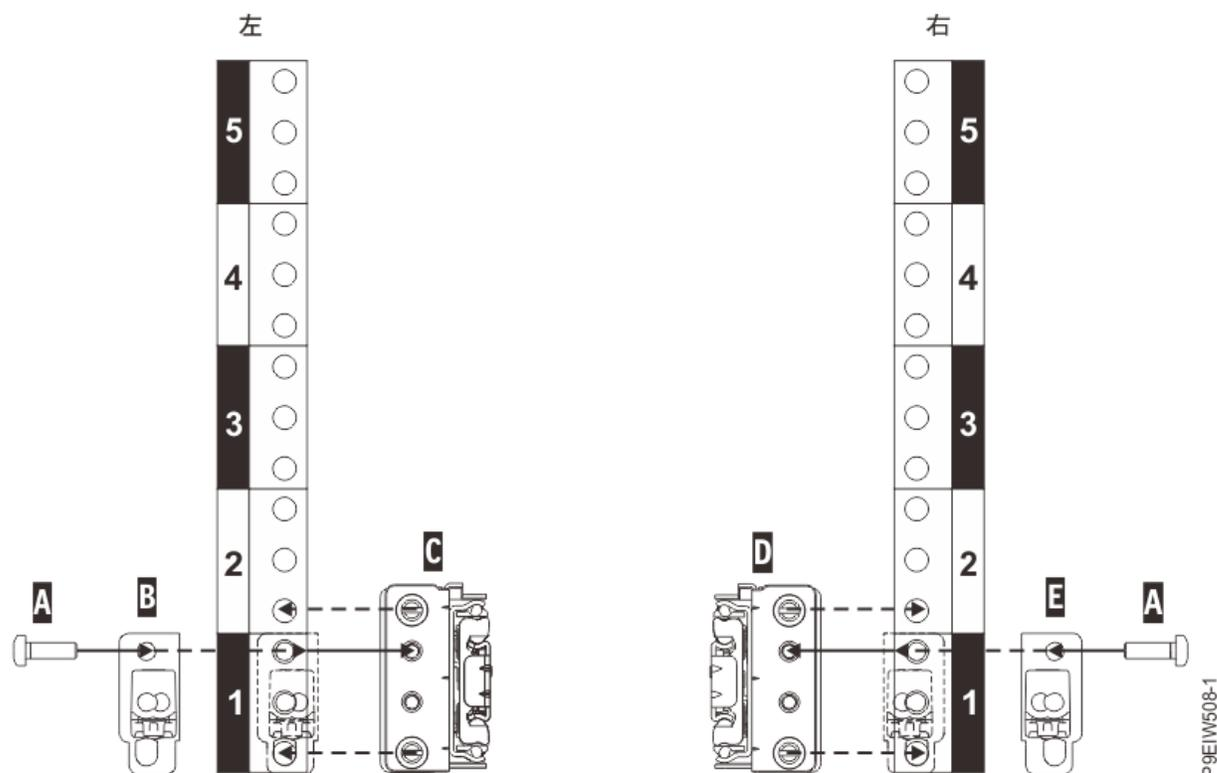

図 4. ラックの前面でのスライド・レールの取り付け
- ラックの前面に立ち、5 ページの図 4 に示すように、左スライド・レール (C) を、左側の前面と背面のラック EIA 取り付け標準の間に置きます。
- 5 ページの図 4 に示すように、スラム・ラッチ・ブラケット (B) を、スライド・レールの前面 EIA スペースを覆うように置きます。
- スラム・ラッチ・ブラケットを 1 本の M5 x 16 mm ねじ (A) で前面レール・フランジに取り付けます。ねじを EIA ラック単位の上段の穴に入れます (以下の図を参照)。
- 5 ページの図 4 に示すように、右スライド・レール (D) に対してステップ 4 ページの『1』からステップ 5 ページの『6』までを繰り返します。右スライド・レールには、内側の前面位置に R の ID が刻印されています。